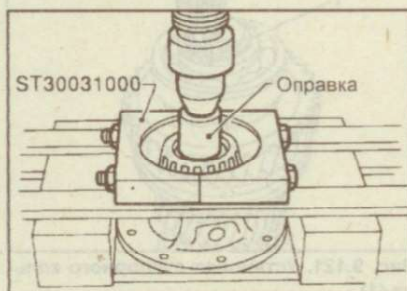

Рис. 9.126. Снятие подшипника с коробки дифференциала
3. Съемником снимите подшипник с коробки дифференциала (рис. 9.126).